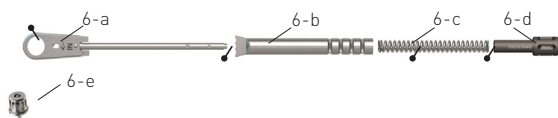

Abb. 6
- 2.1.1. Das Eindrehwerkzeug Hand/Ratsche (Abb. 6-e) aus dem Ratschenkopf (Abb. 6-a) herausziehen.
- 2.1.2. Einstellschraube (Abb. 6-d) komplett vom Ratschengriff (Abb. 6-b) abschrauben.
- 2.1.3. Ratschengriff (Abb. 6-b) vom Ratschenkopf (Abb. 6-a) abziehen und die Feder (Abb. 6-c) entnehmen.
Ölen (siehe Abb. 6) Sie die mit  gekennzeichneten Stellen ein. Hierdurch wird die Reibung von Metall auf Metall reduziert und Reibkorrosion vermieden. Es sollten nur Instrumentenöle (z.B. Öl-Spray auf Paraffin-Basis) mit Zulassung für Dampfsterilisation und getesteter Biokompatibilität verwendet werden.
- 2.2.2. Ratschengriff (Abb. 6-b) über die Gewindestange auf den Ratschenkopf (Abb. 6-a) stecken.
- 2.2.3. Feder (Abb. 6-c) in den Ratschengriff (Abb. 6-b) einschieben.
- 2.2.4. Einstellschraube (Abb. 6-d) soweit in den Ratschengriff (Abb. 6-b) eindrehen, bis der Widerstand der Feder spürbar wird.
- 2.2.5. Gewünschtes Eindrehwerkzeug Hand/Ratsche (Abb. 6-e) in den Ratschenkopf (Abb. 6-a) einsetzen.